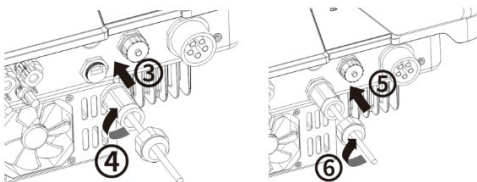

Fig. 20 (à esquerda): Conectar o cabo de rede
- 4 Inserir o cabo de rede na tomada COM1 ou COM2 (ver Fig. 20. respeitar a sequência e as direções das setas)